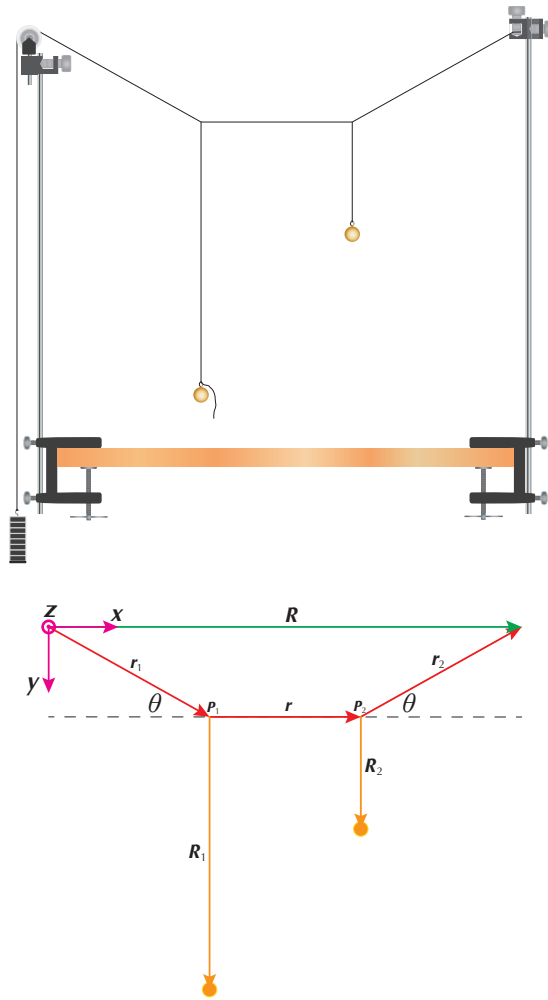

Figura 5.1
En la Figura 5.1 se muestran dos péndulos simples acoplados por una cuerda fija entre sus puntos de suspensión. Este sistema es un buen ejemplo para describir la resonancia mecánica. Aunque es un sistema acoplado con dos modos normales de oscilación, es equivalente a un oscilador forzado armónicamente. En este caso, el primer péndulo actúa como agente externo para impulsar el segundo con una frecuencia proporcional a la superposición de las frecuencias de los modos normales.
Los péndulos de la Figura 5.1 fueron analizados por Moloney en un artículo publicado en 19781. En él, se describe que cada cuerda experimenta una fuerza por unidad de longitud. Por ejemplo: la tensión en la cuerda que une los puntos de suspensión  $P_1, P_2$  es  $t = kr$ , mientras que la tensión en la cuerda que sostiene la masa del primer péndulo es  $T_1 = -K_1 R_1$ . Donde  $k, K$  representan la fuerza por unidad de longitud que puede soportar cada una de las cuerdas (ver Figura 5.1). Estas constantes se pueden calcular por suponer que la suma de todas las fuerzas sobre los puntos  $P_1$  y  $P_2$  es nula, debido a que la masa de esos puntos es despreciable.
Según el sistema de referencia mostrado en la Figura 5.1, la suma de todas las fuerzas en  $P_1$  y  $P_2$  es:
donde  $\mathbf{R}_1, \mathbf{R}_2, \mathbf{R}, \mathbf{r}_1, \mathbf{r}_2$  son vectores de posición mostrados en la Figura 5.1. Recuerde que el vector  $\mathbf{R}$  no se mueve ( $\ddot{\mathbf{R}} = 0$ ).
- \* Procure que el sistema siempre esté bien alineado conservando la simetría mostrada en la Figura 5.1.